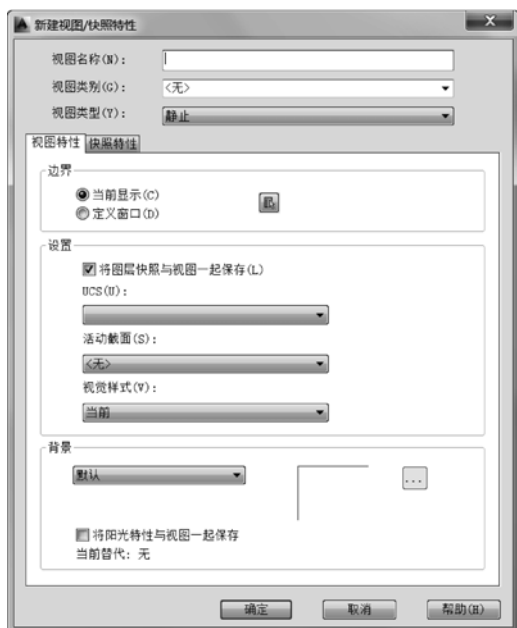

图 9-142 “新建视图/快照特性”对话框
2) 在“视图管理器”对话框中单击“新建”按钮，打开如图 9-142 所示的“新建视图/快照特性”对话框。